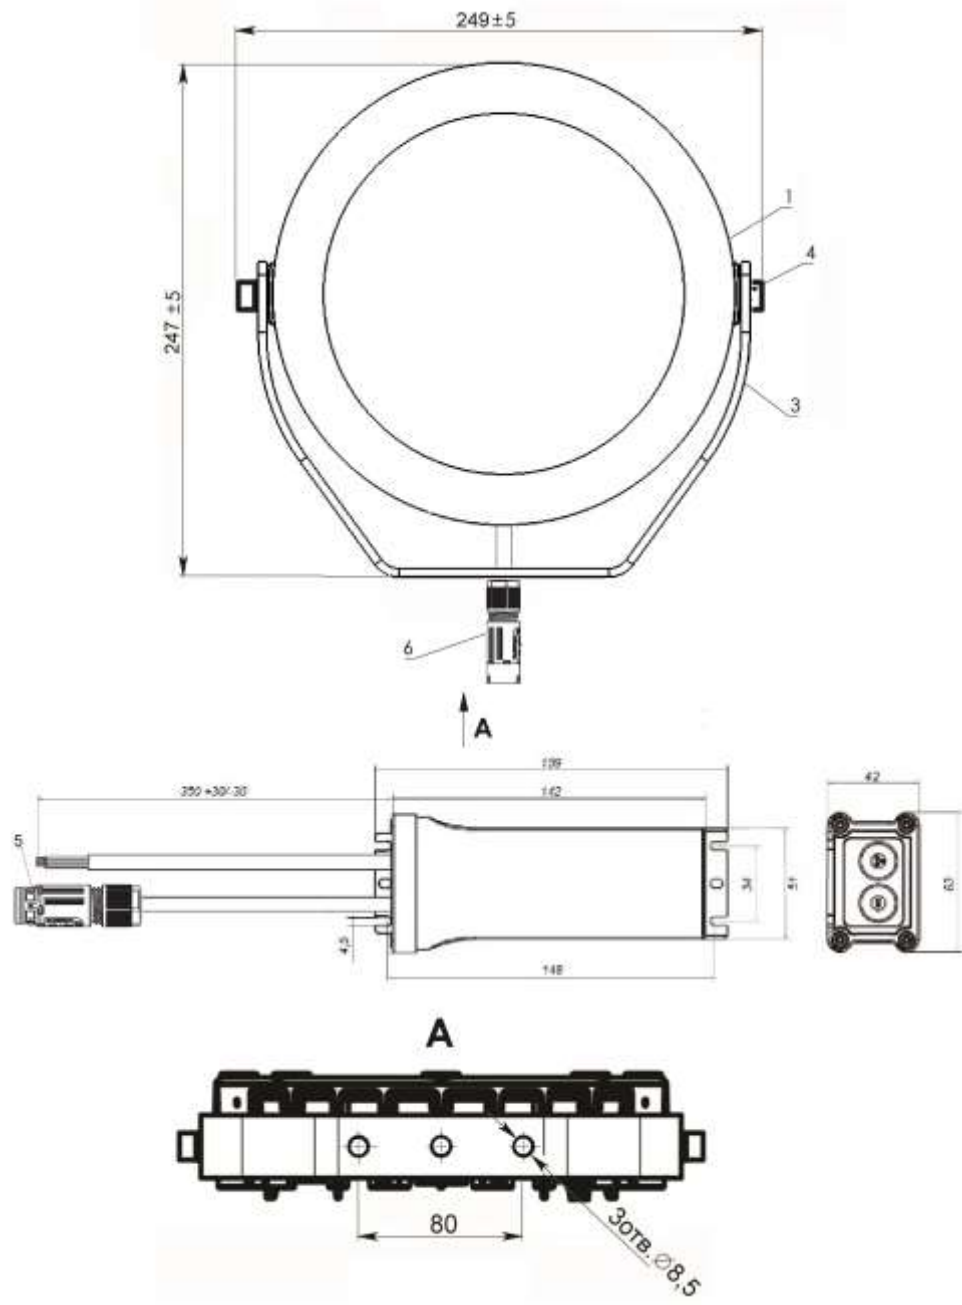

Рис.1
- 2.1. Прожекторы GALAD Аврора LED-14 MG (рис.1) со светодиодными модулями предназначены для архитектурного освещения зданий.
- 5.1. Установить оптическую часть прожектора (поз.1), закрепив скобу (поз.3) тремя болтами M8 (см. рис.1).
- 5.4. Соединить разъемы оптической части (поз.6) и блока питания (поз.5) (см. рис.1).